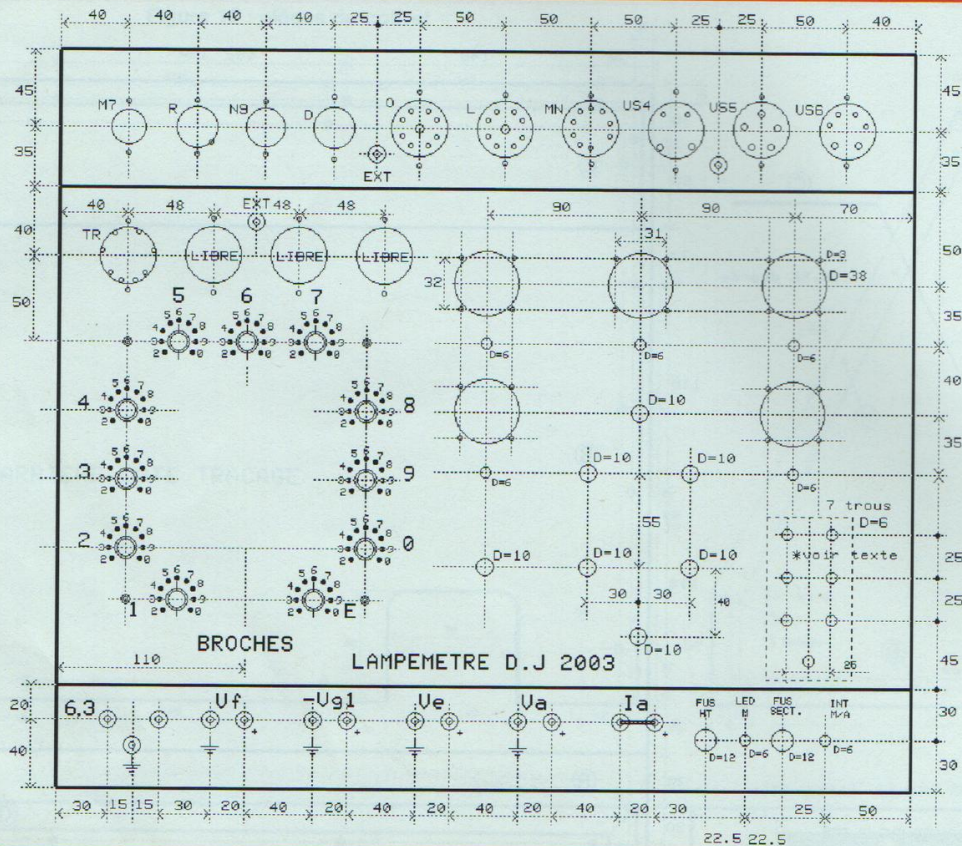

Figure 12 : plan de perçages de la façade
Les perçages seront effectués conformément à la figure 12. Cependant, afin de ne pas ôter tout de suite le film de protection de la face avant, nous vous conseillons de travailler de l'autre côté de la tôle (côté intérieur). **Les tracés seront donc effectués de façon symétrique**, le côté droit se retrouvant à gauche et vis versa.
Sur la figure 12, nous remarquons que seul l'emplacement du commutateur (6) est indiqué : 110×90 mm.